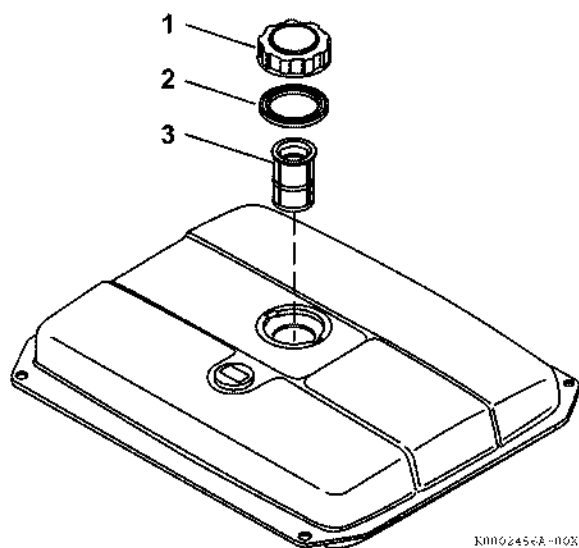

Рис. 68
1. Вытрите поверхность вокруг крышки топливного бака (Рис. 68, (1)).
3. Выньте приемный топливный фильтр-сеточку (Рис. 68, (3)).
5. Осмотрите прокладку крышки (Рис. 68, (2)) и замените, если она повреждена.